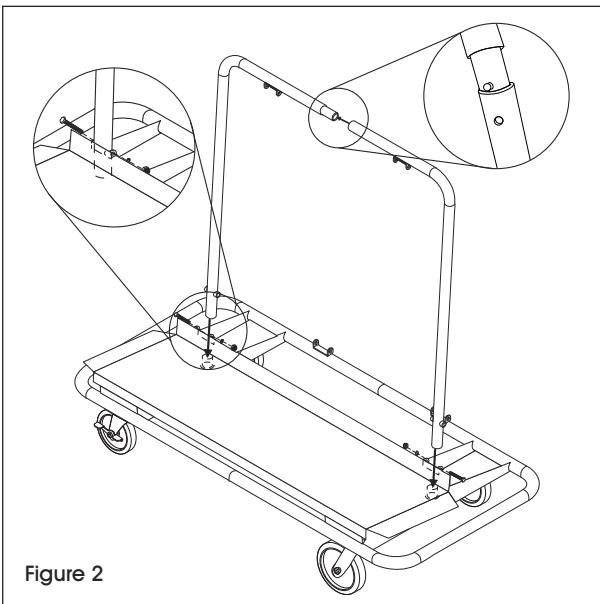

Figure 2
2. Insérez le soutien gauche sur la douille derrière le rebord de la plateforme. Fixez le soutien avec un boulon long, une rondelle et un écrou de blocage. Connectez le soutien droit au soutien gauche. L'onglet circulaire s'enclenchera en place. Fixez le soutien droit à la plateforme de la même façon que le soutien gauche. (Voir Figure 2)